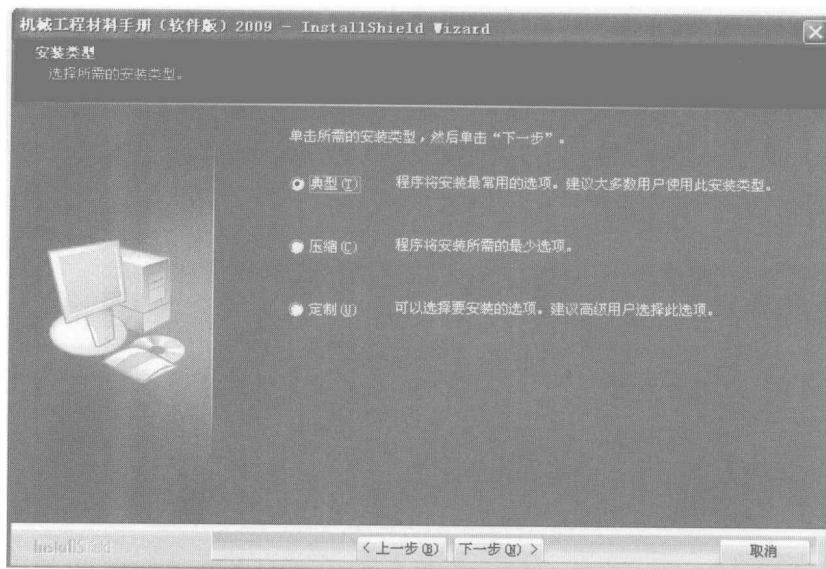

图 1-6 选择安装类型界面
(5) 单击“下一步”按钮,进入选择安装类型界面,在这里用户需要选择安装的类型,如图 1-6 所示。